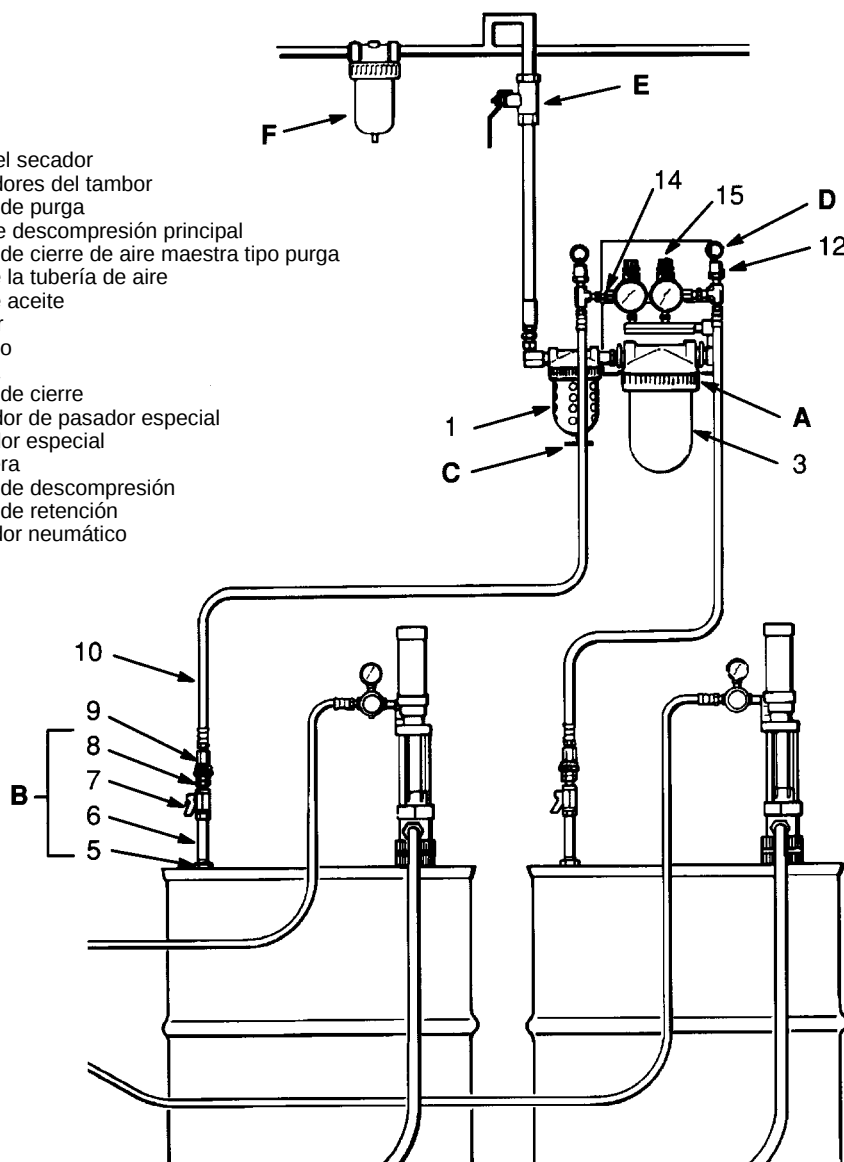

Fig. 1
**NOTA:** Los números de referencia y letras entre paréntesis en el texto corresponden a la Fig. 1.
**NOTA:** Los números de referencia y las letras entre paréntesis en el texto corresponden a la Fig. 1.
2. Poner los dos reguladores (15) en la presión más baja necesaria para suministrar suficiente aire a los tambores. Remitirse a la Fig. 1. Un valor de 2 psi (0,14 bar) suministra normalmente suficiente aire para los tambores.
3. Abrir las válvulas de cierre del tambor (7).
**NOTA:** Se necesita una presión mínima de 1 psi (0,07 bar) para abrir las válvulas de retención (41).